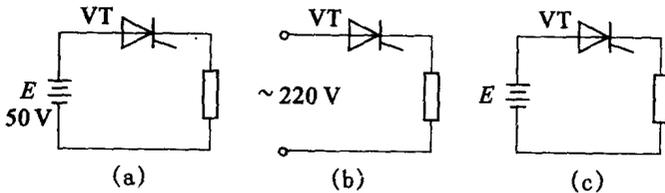

图 1-7 题 1 图
1. 型号为 KP100-3, 维持电流 $I_H = 4 \text{ mA}$ 晶闸管使用在图 1-7 中的电路是否合理, 为什么? (暂不考虑电压、电流裕量)